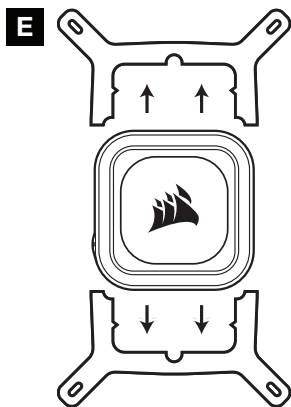

Figura 1
- > Retire el soporte de montaje Intel integrado (Figura 1).